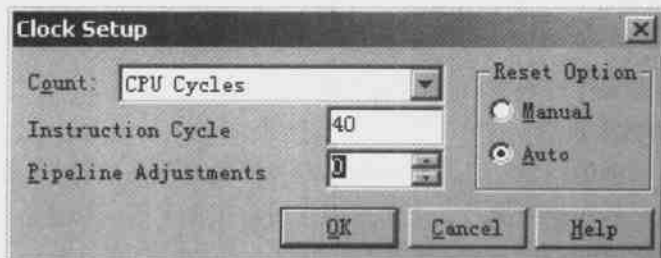

图 3.20 Clock Setup 对话框
(2) Clock Setup 时钟设置。单击该命令将出现如图 3.20 所示的 Clock Setup 对话框。